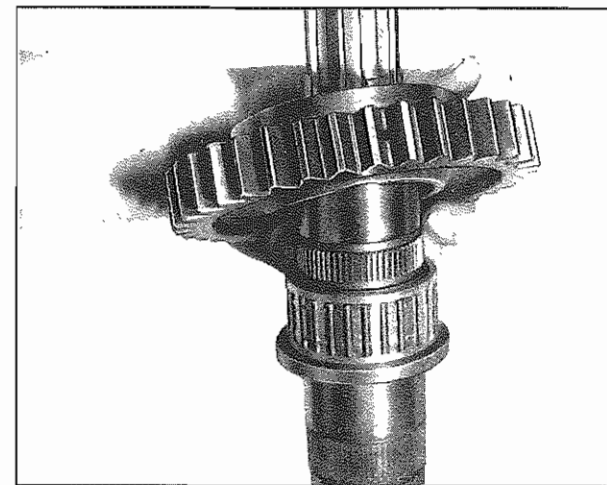

Fig. 23 - Ingranaggio della 1a marcia
- Far scorrere sull'albero la gabbia a rullini (**419**) e l'ingranaggio della 1a marcia (**421**) con lo scanalato a dentatura triangolare verso l'alto (**Fig. 23**). Montare l'anello sincronizzatore (**422**).
- Slide needle cage (**419**) and 1st gear wheel (**421**) onto shaft with splining on top (**Fig. 23**). Position locking ring (**422**).